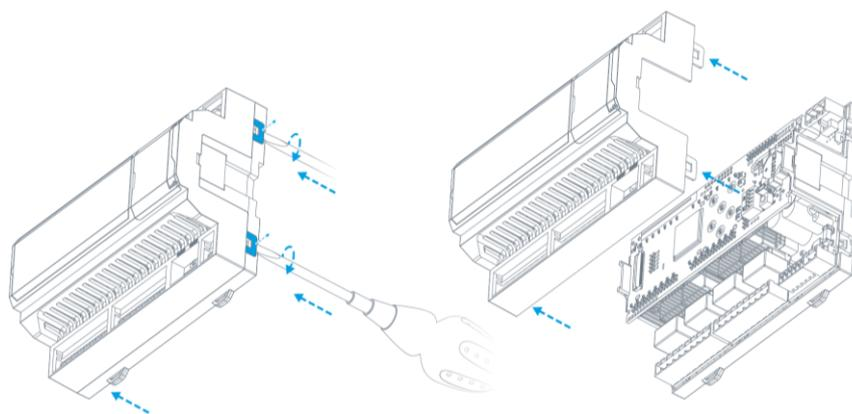

Рис. 64 – Разборка корпуса
- Снимите верхнюю часть корпуса, последовательно подцепив шлицевой отверткой две защелки сначала с одной стороны корпуса, а затем с другой, как показано на Рис. 64 при этом с двух сторон корпуса освобождаются боковые крышки (при их наличии);